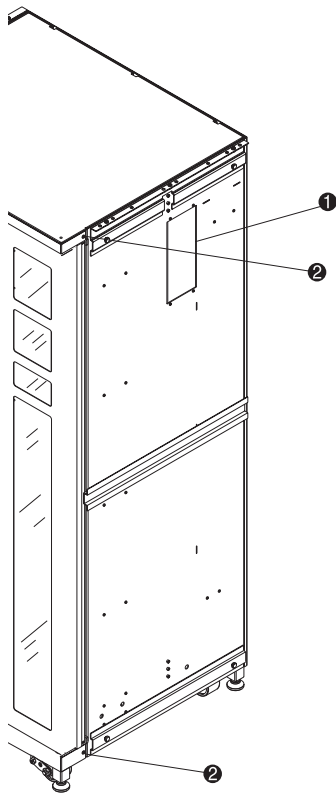

Figura 2-2. Ubicaciones de los orificios estéticos de los tornillos de anclaje
- ❶ Tres tornillos (biblioteca izquierda)
- ❷ Tres tornillos (biblioteca derecha)
- ❸ Panel izquierdo de la biblioteca de la derecha
- ❹ Panel derecho de la biblioteca de la izquierda
4. Extraiga los paneles de acceso del PTM ❶ situados en los laterales izquierdo y derecho de las bibliotecas (consulte la Figura 2-2).
- ❶ Panel de acceso del PTM
- ❷ Orificios estéticos de los tornillos de anclaje
5. Extraiga los tornillos existentes (❷ Figura 2-2) y coloque cuatro tornillos nuevos (Referencia 0615079) en las dos bibliotecas que se van a conectar. No apriete los tornillos y deje un espacio libre de aproximadamente medio centímetro entre la arandela SEM y los componentes de recorte.